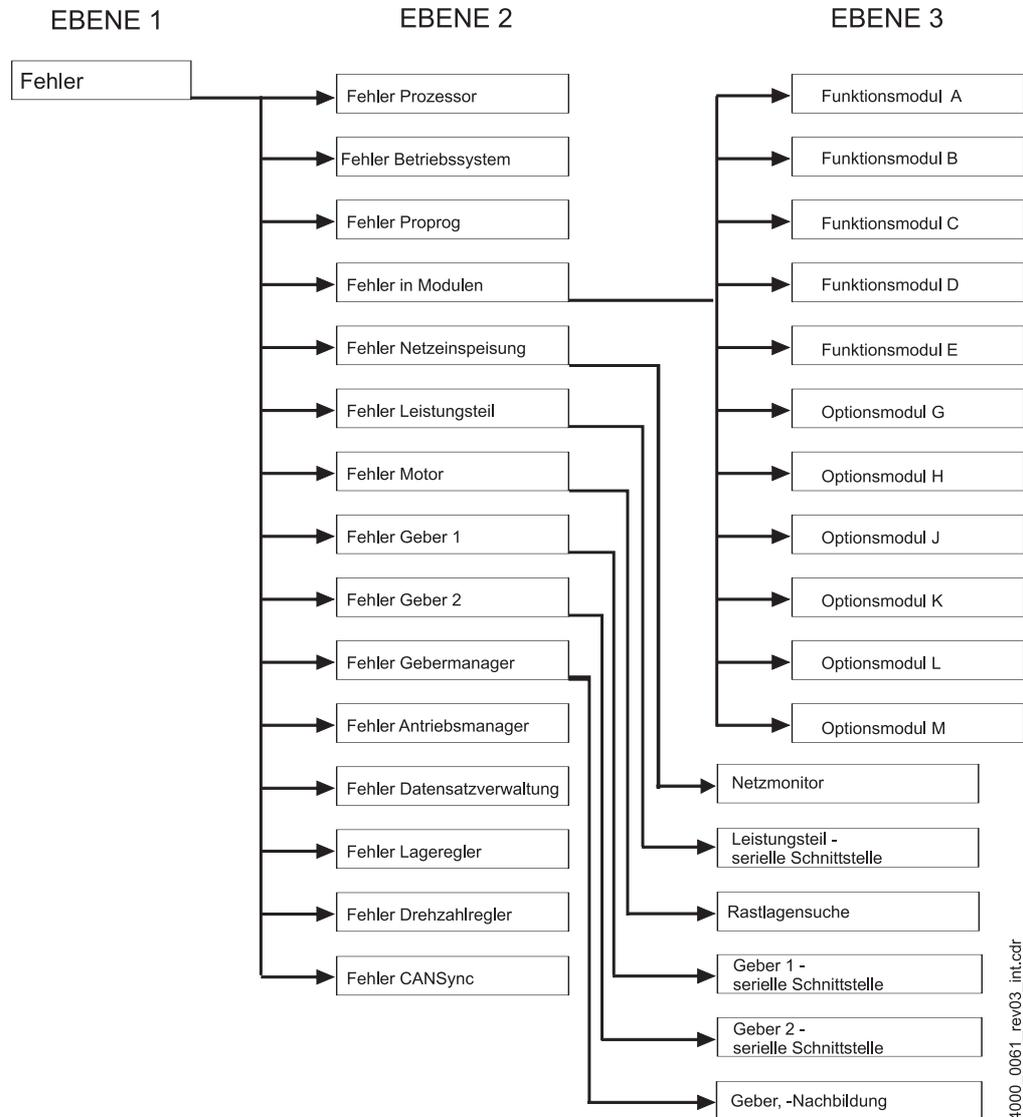

Abbildung 19: Aufbau der Fehlerliste - Übersicht
- Ebene 2** Die Fehlermeldungen sind nach der Übersicht geordnet (►Abbildung 19◄ auf Seite 61).